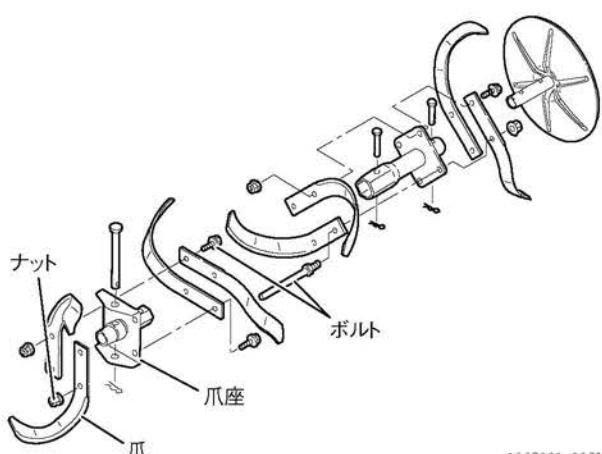
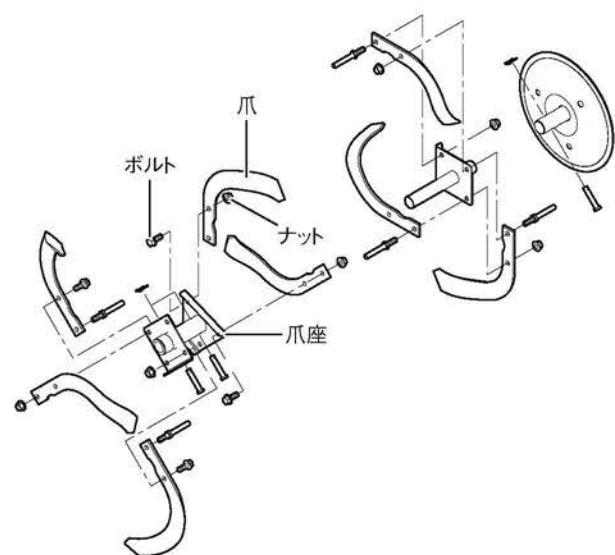

図 4-33 耕うん爪
図 4-34 耕うん爪
- 耕うん爪の取付ボルトを外して、爪を交換します。(図 4-33、図 4-34)